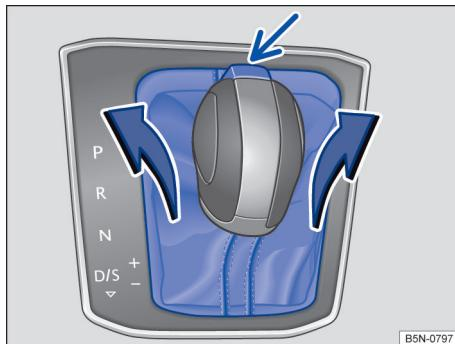

Fig. 117 Desmontar a cobertura da corrediça da alavanca seletora.
- Puxe a cobertura, pela área da coifa da alavanca seletora, para cima e com cuidado junto com os cabos elétricos que estão conectados → Fig. 117.